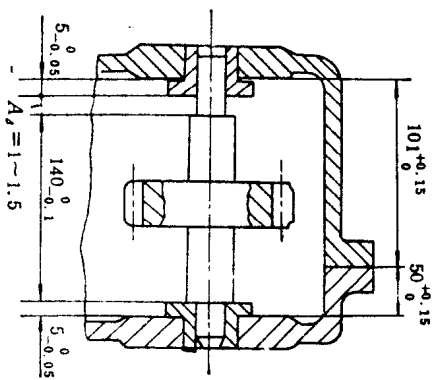

图 10-9
9. 如图 10-9 所示, 齿轮轴端面和轴套端面之间必须保证 $1 \sim 1.5 \text{mm}$ 的间隙, 试验算图中所给尺寸偏差, 能否满足要求 (并作尺寸链简图)